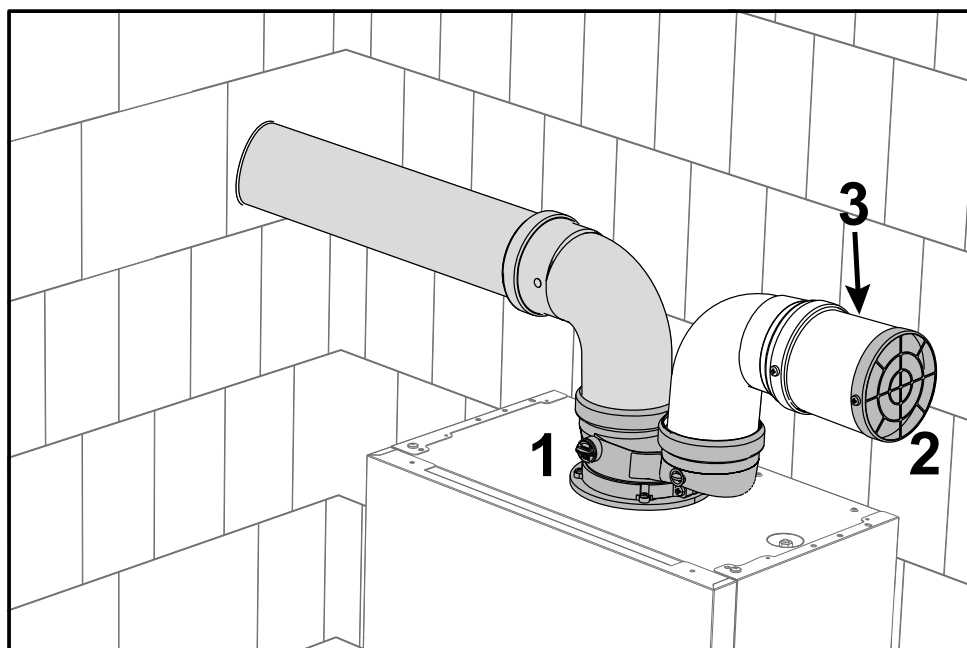

рис. 48- Защитная решетка
Установите соединительный элемент (поз. 1 рис. 48 - арт. **COD_ACC**). В воздухозаборную трубу должна быть установлена защитная решетка (поз. 2 - рис. 48 - арт. **COD_GRI**). При необходимости разместите патрубок (3) между решеткой и элементом.